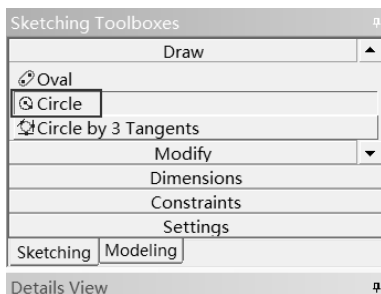

图 14-48 草绘工具箱
Step3 在 Tree Outline 下面单击 Sketching 选项卡，此时会出现如图 14-48 所示的 Sketching Toolboxes（草绘工具箱），草绘所有命令都在 Sketching Toolboxes（草绘工具箱）中。